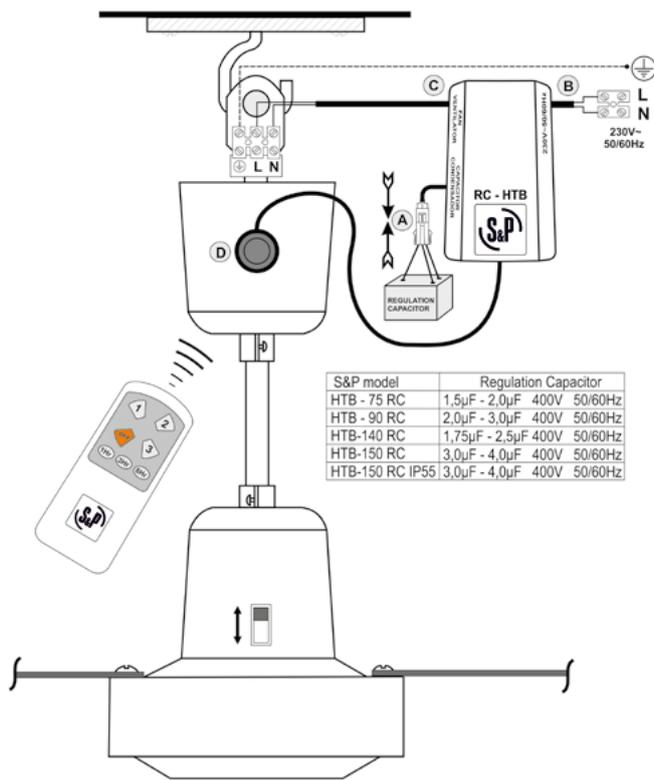

Fig. 2
2. Connectez le condensateur de régulation extrait précédemment au KIT RC HTB. (Fig. 2 A) Important: Si vous souhaitez installer plus d'un ventilateur HTB, assurez-vous de NE PAS mélanger les condensateurs de régulation. (Voir table figure 2)
3. Connectez les câbles d'alimentation du réseau électrique (230V~50/60 Hz), à la réglette de connexion L-N du KIT RC HTB. Le câble de terre du réseau (jaune & vert), se connecte directement à la réglette du ventilateur de plafond. (Fig. 2 B)
4. Le câble de sortie du KIT RC HTB (ventilateur) se connecte à la réglette L-N du ventilateur de plafond. (Fig. 2 C)
5. Enlevez le film de protection de l'adhésif pour pouvoir coller le récepteur du signal infrarouge sur l'extérieur de la coupe supérieure du ventilateur de plafond. (Fig. 2 D)